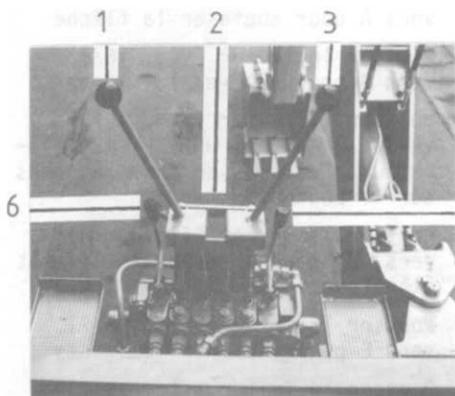

Bild 20
- Handhebel (Bild 20/1)
- Handhebel (Bild 20/3)
Handhebel (Bild 20/4)
Handhebel (Bild 20/6)
- Kugelblockhahn schließen danach Handhebel (Bild 20/1) loslassen.
Hand lever (fig. 20/1) in direction A - Lowering boom	Pousser le levier (fig. 20/1) vers A pour abaisser la flèche
Hand lever (fig. 20/1) in direction B - Lifting boom	Pousser le levier (fig. 20/1) vers B pour relever la flèche
Hand lever (fig. 20/1) in direction C - Emptying bucket	Pousser le levier (fig. 20/1) vers C pour vider le godet
Hand lever (fig. 20/1) in direction D - Filling bucket	Pousser le levier (fig. 20/1) vers D pour basculer le godet
Hand lever (fig. 20/3) in dir. E - Extending digger arm	Pousser le levier (fig. 20/3) vers E pour déployer le bras
Hand lever (fig. 20/3) in dir. F - Folding digger arm	Pousser le levier (fig. 20/3) vers F pour rappeler le bras
Hand lever (fig. 20/3) in direction G - Slewing left	Pousser le levier (fig. 20/3) vers G pour pivotement à gauche
Hand lever (fig. 20/3) in direction H - Slewing right	Pousser le levier (fig. 20/3) vers H pour pivotement à droite
Hand lever (fig. 20/4) - Retracting or telescoping the right backhoe stabilizer	Le levier (fig. 20/4) sert à sortir et à rentrer la bêquille droite de la pelle arrière.
Hand lever (fig. 20/6) - Retracting or telescoping the left backhoe stabilizer	Le levier (fig. 20/6) sert à sortir et à rentrer la bêquille gauche de la pelle arrière.
- close plug-and-ball valve release hand lever (fig. 20/1)
- Fermer la vanne de blocage et relâcher ensuite le levier (fig. 20/1).